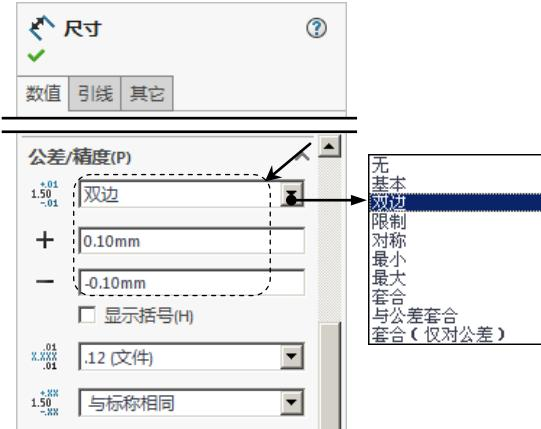

图 9.6.2 “尺寸”对话框
Step4. 定义公差。在“尺寸”对话框的**公差/精度(P)**区域中设置图 9.6.2 所示的参数。